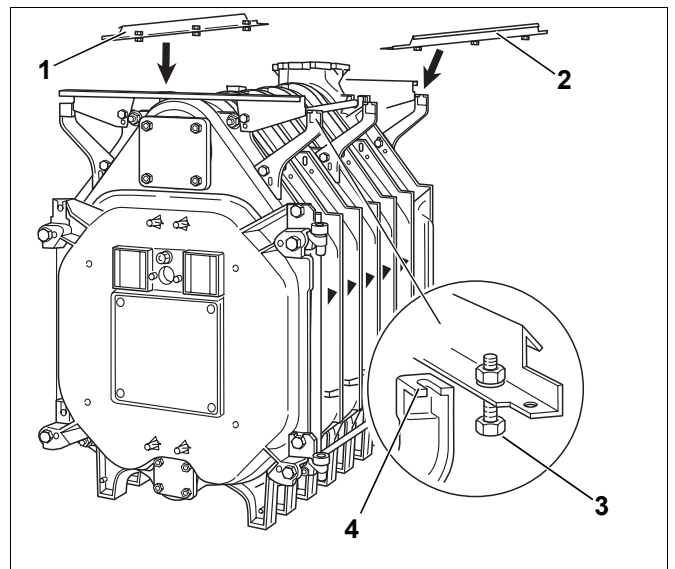

Bild 38 Längsschienen montieren
- Die Längsschienen (Bild 38, **Pos. 1 und 2**) auf die beiden Konsolen am Hinter- und Vorderglied auflegen.
- Längsschienen mit den vormontierten Schrauben (Bild 38, **Pos. 3**) in die Aussparungen der Konsolen (Bild 38, **Pos. 4**) einschieben und mit diesen verschrauben.